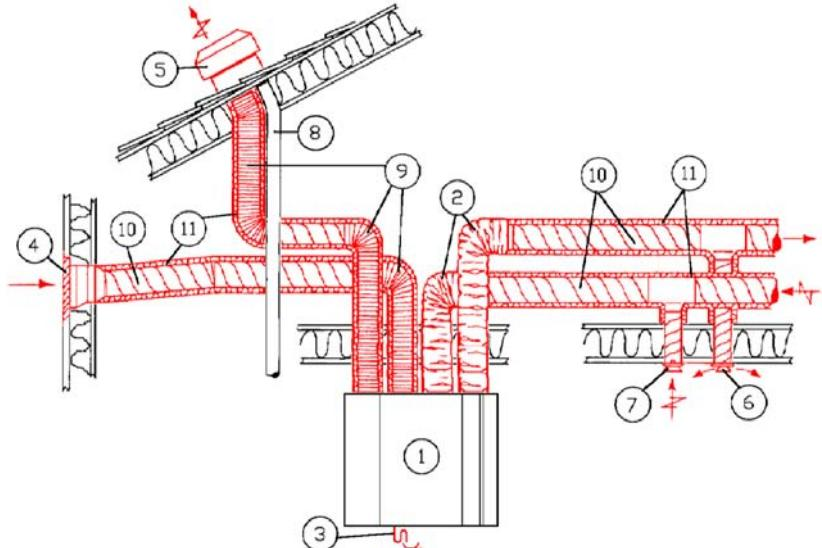

Fig. 1
Lampesignal (11) lyser når innstilt driftstid mellom bytte av tilluftfilter (E, fig. 1) er utløpt. Ventilasjonsaggregatet kan fortsatt benyttes, men effekten vil bli redusert dersom ikke filteret byttes. Driftstid (6, 9 eller 12 mnd.) mellom filterbytte kan stilles inn vha. brytere på betjeningspanelet (se montasjeanvisning). Etter bytte av tilluftfilter nullstilles driftstiden mellom filterbytte (se vedlikehold, pkt. 2, Bytte av tilluftfilter).
NB! Avtrekksfilteret (F, fig. 1) av aluminium må rengjøres regelmessig. (Se kapittel for vedlikehold).
Lampan (11) lyser när inställd driftstid mellan filterbyterna (tilluftsfiltre E, fig. 1) har passerat. Aggregatet kan fortsatt vara i drift med effekten blir reducerad om inte filtret byts. Driftstiden/ bytesintervallen kan ställas in via aggregatets kontrollpanel (6, 9 eller 12 månader, se montageanvisning). Efter bytet av filtret, nollställs driftstiden – se under skötsel: punkt 2.
OBS! Fränluftsfiltret (F, fig 1) av aluminium, byts inte, men ska rengöras frekvent. (se kap. skötsel).